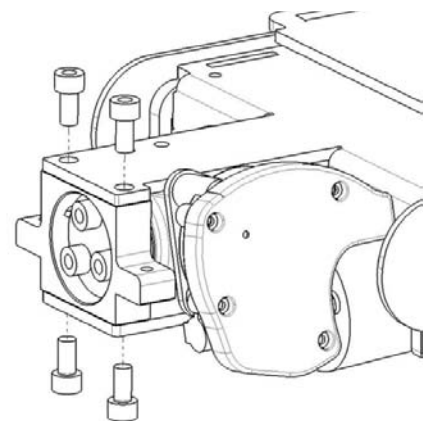

Bild 7. Montera de fyra skruvarna som håller ställdonets bakre ände.
3. Montera de fyra skruvarna som håller ställdonets bakre ände. Se bild 7.